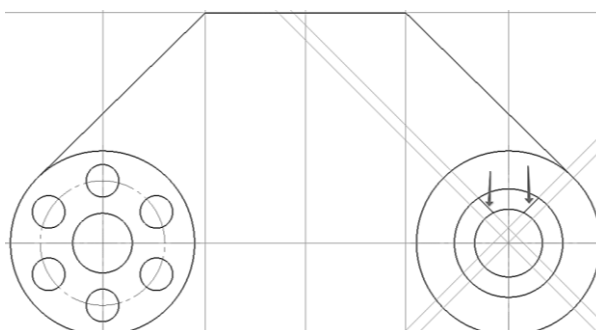

Рис. 52. Построение отрезков
2.10.4 Обвести контур боковых элементов выступа (рис. 52).